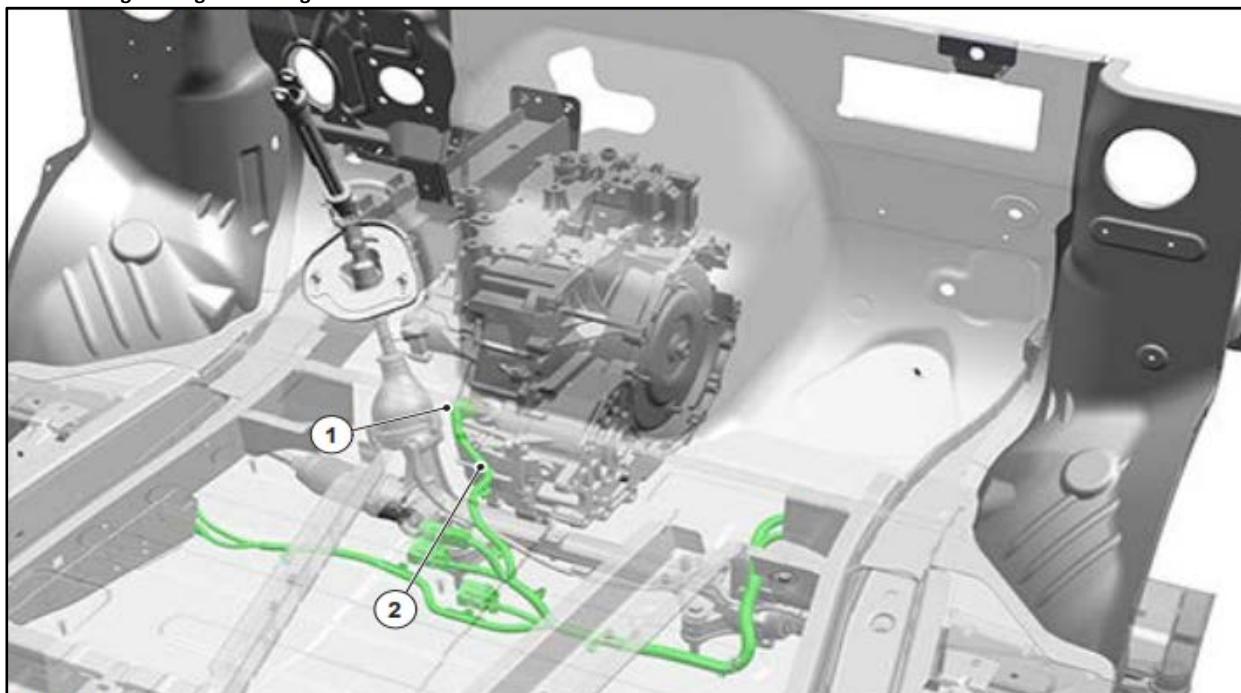

Abb. 1: Kabelführung – Fahrgeschwindigkeitssensor des Fahrtenschreibers
- Kabelstrang – Fahrgeschwindigkeitssensor, siehe Abbildung 1 in Kapitel 4.11.2 für Kabelführung